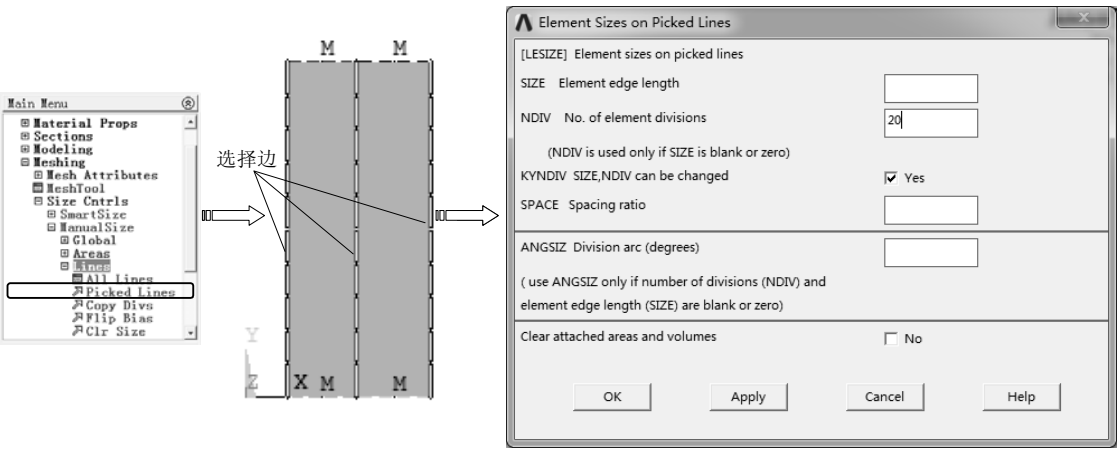

图 8-62 设置线尺寸
4) 选择“Main Menu>Preprocessor>Meshing>Size Cntrls>ManualSize>Lines>Picked Lines”命令，弹出“Elem Sizes on Picked Lines”对话框，用鼠标选择要所有长边，单击“OK”按钮，弹出“Element Sizes on Picked Lines”对话框，输入分段数 20，单击“OK”按钮完成线尺寸设置，如图 8-62 所示。